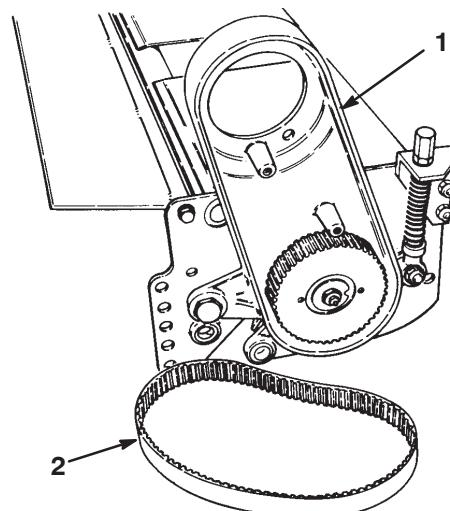

Figure 30
4. Retirez l'écrou conique du boulon à épaulement qui fixe le logement de roulement à la plaque latérale. Retirez la rondelle Belleville et le boulon, et dégagiez le logement de roulement de l'arbre du cylindre (Fig. 30).
5. Déposez le couvercle du carter d'entraînement et déposez la courroie d'entraînement du carter (Fig. 30).